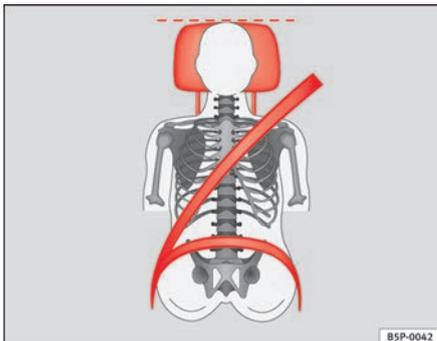

Fig. 13 Posição da faixa do cinto de segurança e do encosto de cabeça correctos, vistos de frente
- A faixa superior do cinto de segurança tem de passar sensivelmente por cima do meio do ombro e nunca por cima do pescoço ou do braço. O cinto de segurança tem de ficar bem cingido ao tronco do ocupante ⇒ fig. 13.